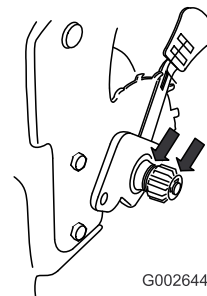

Figura 43
2. Aplique aceite lubricante al interior y al exterior de los engranajes (ver Figura 43).